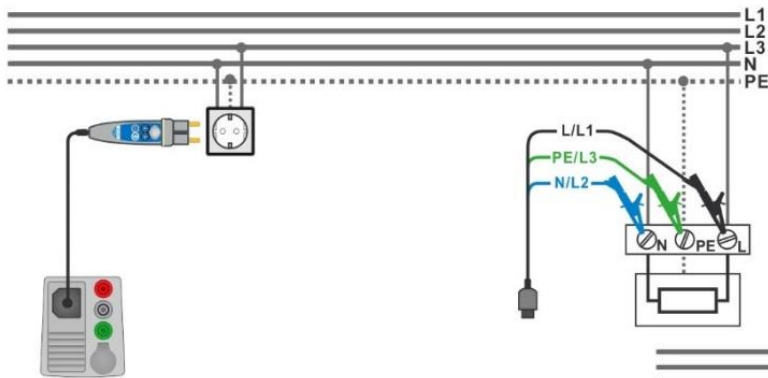

Fig. 4.9: Anslutning vid $U_c(P)$ mätning
- › Anslut testledningen P/S till en extern jordpunkt (valfritt), se **Fig. 4.9**.